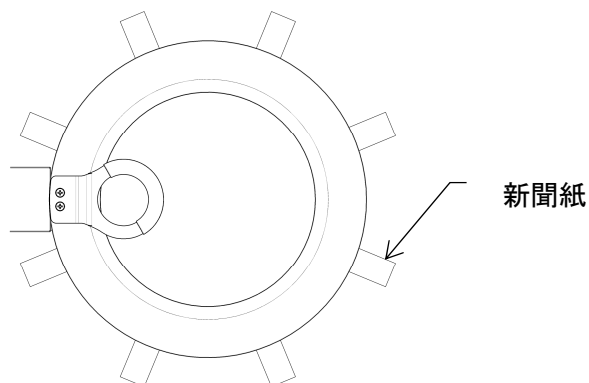

図8-11
- ・その紙を(図8-11)の様にドアパッキンとドア口金の間に挟み、ドアを閉めます。この時、水分は十分拭取られ、しばらくドアを開放し乾燥されていなくてはなりません。